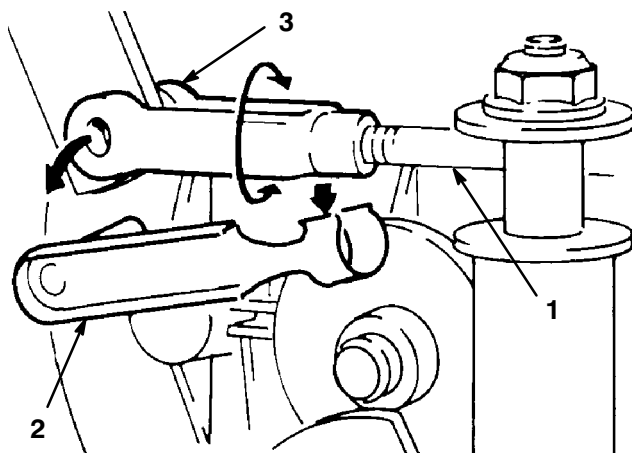

Bild 28
- 14.** Lokalisieren Sie die ZWA-Stange links vom Getriebe (Bild 28). Entfernen Sie die Lastösenbolzen-Halterung und drehen den Bolzen zum Verlängern oder Verkürzen der Stange, bis der Abstand zwischen dem Riemen und der Scheibe herbeigeführt ist.